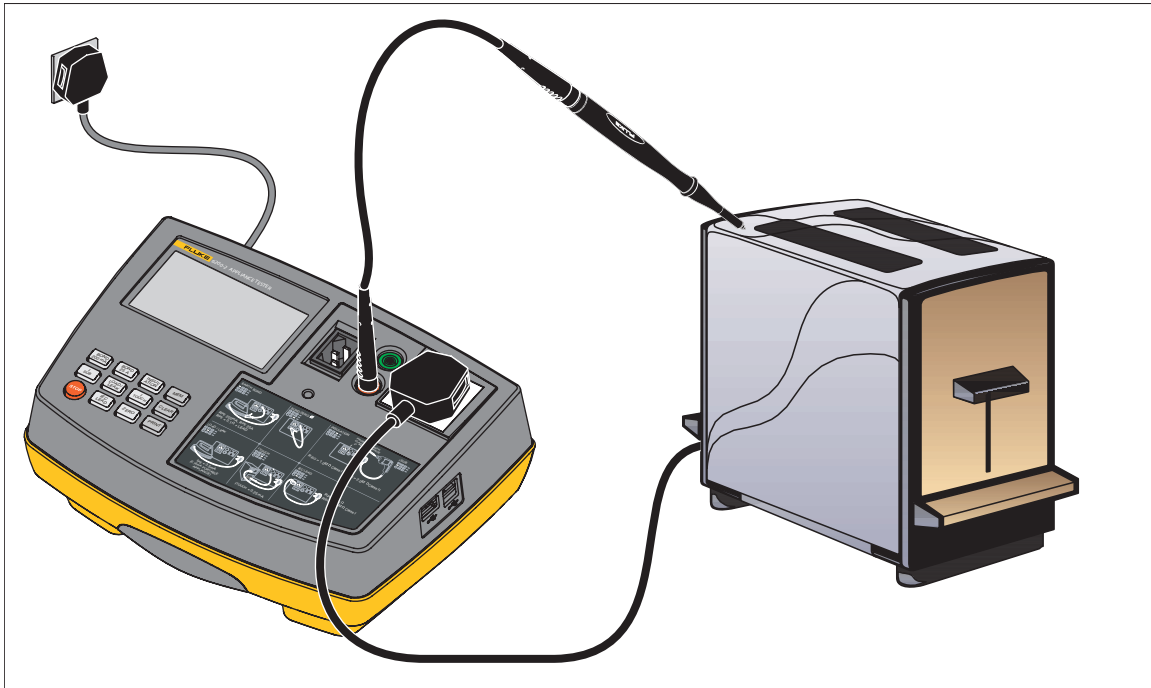

Bild 4. Messung des Berührungstromes
1. Stecken Sie den Netzstecker des Prüflings in die Prüf-/Netzsteckdose, siehe Abbildung 4
- Für Prüflinge der Schutzklasse II verbinden Sie die Sonde (IB) mit allen berührbaren Metallteilen des Prüflings.